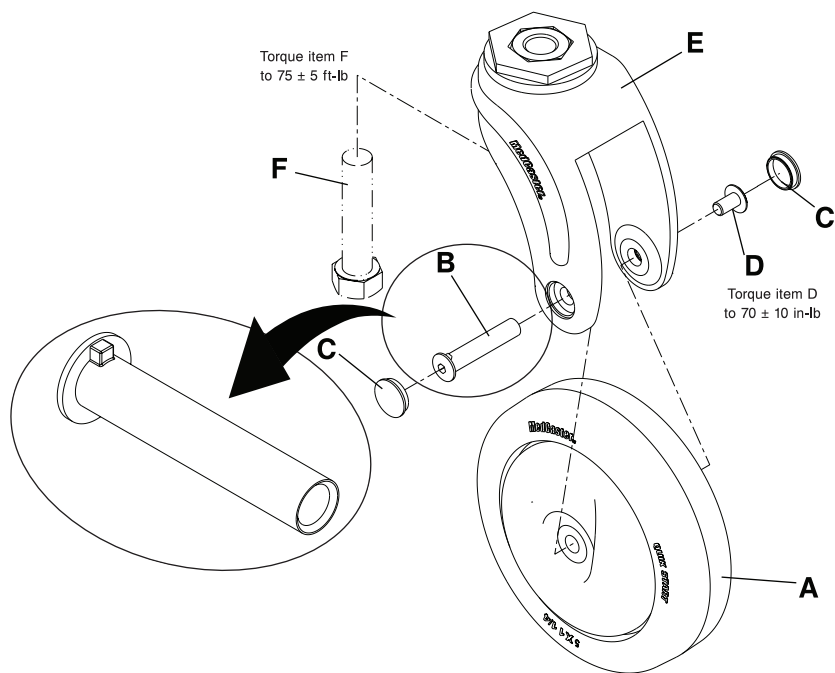

图14-26: 前脚轮配件更换
2. 使用一个铁镐，卸下并丢弃脚轮轴管螺母盖(C) (图14-26 第14-42页)。
注释: 锁住轴管螺母(B)头(图14-26 第14-42页)。正确对齐脚轮叉(E)上的螺母。